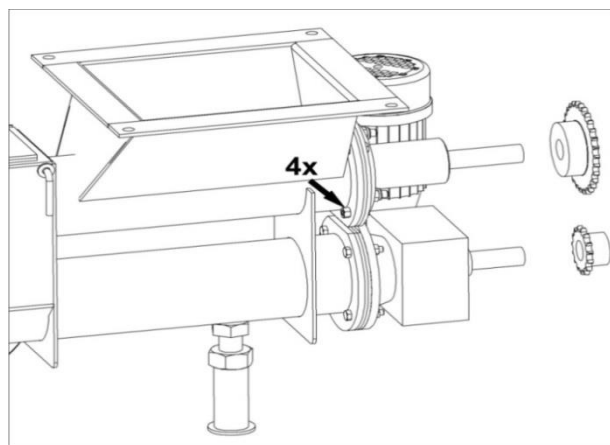

Fig 15. Scoaterea roților dințate de pe axe
- Deșurubați cele patru șuruburi de pe flanșă. (vezi Fig 15)